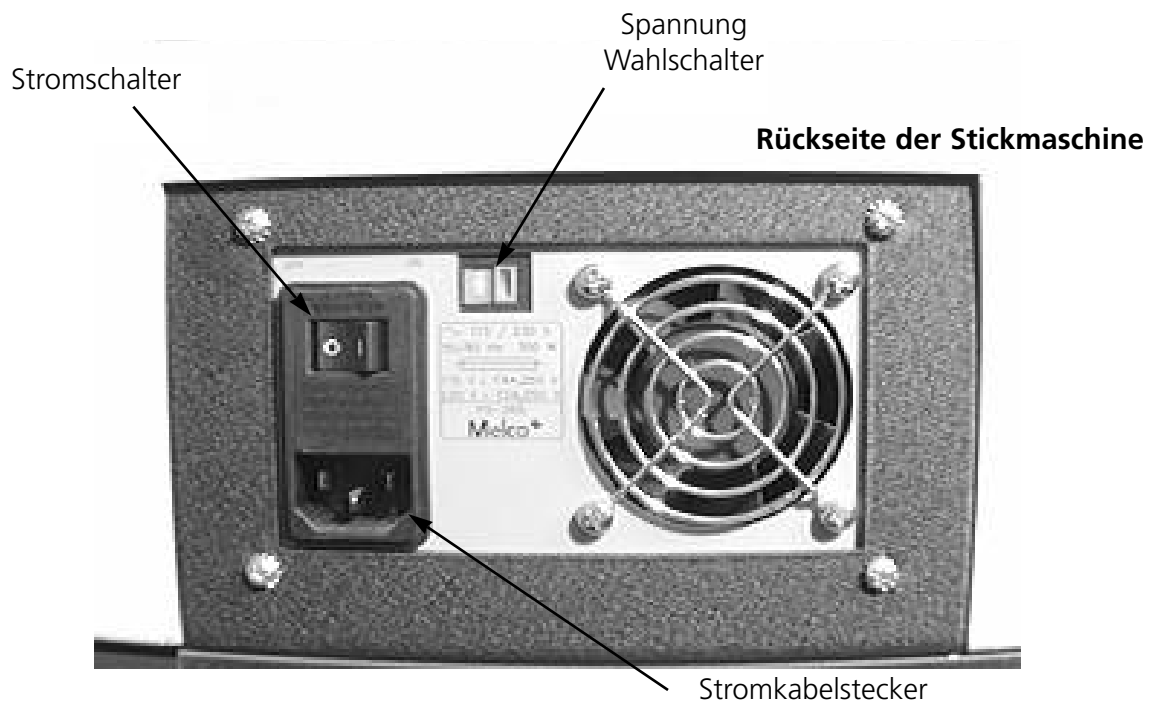

Abbildung 1-8
3. Das Stromkabel an der Rückseite des Geräts wie in Abb. 1-8 einstecken.